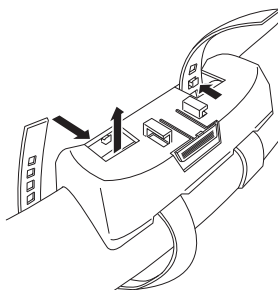

Fig. 16
2. Fissare il supporto al bordo esterno del volante in modo che sia rivolto verso il conducente. (Fig. 16)